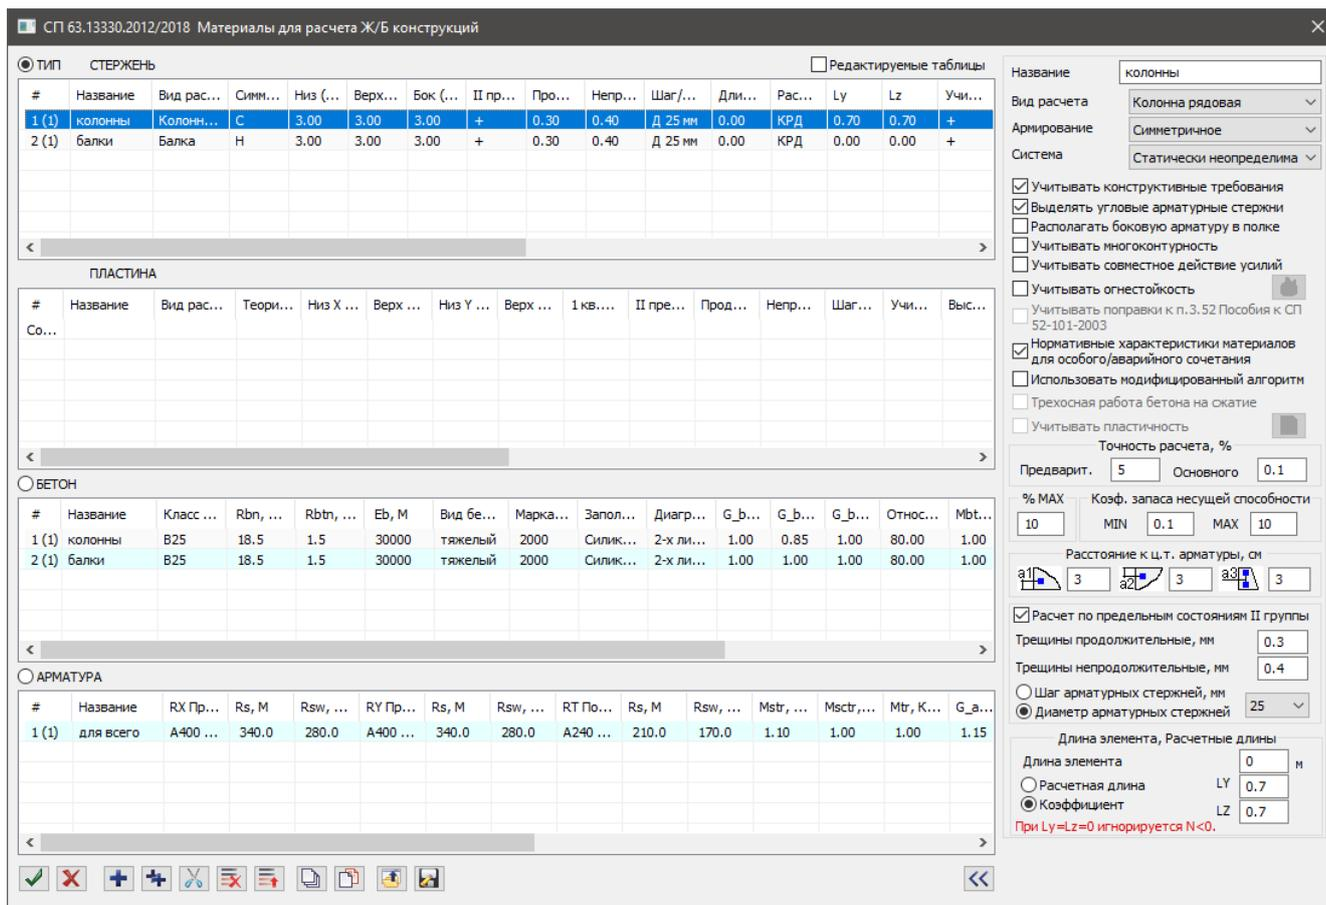

Рис.16.11. Диалоговое окно Материалы для расчета Ж/Б конструкций
- На экран выводится диалоговое окно **Материалы для расчета Ж/Б конструкций** (рис.16.11), в котором щелкните по первой строке в списке ТИП: **СТЕРЖЕНЬ** и после этого в правой части окна задайте следующие параметры для колонн: